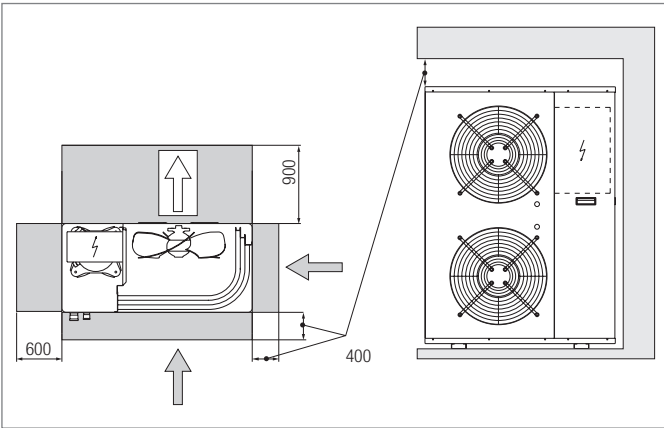

Fig. 6-3 Distanze tra gli apparecchi
- Le distanze minime (vedere Fig. 6-3) devono essere rispettate.